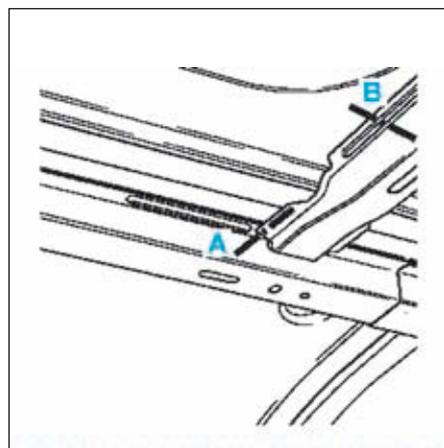

FIG. 105
- Dépointer et fraiser comme illustré (Fig.105) et (Fig.106).
- Tracer puis percer à l'aide d'un foret pour un soudage ultérieur par points (Fig.105) et (Fig.106).
- Souder par points électriques et bouchonnage MIG (Fig.105) et (Fig.106).